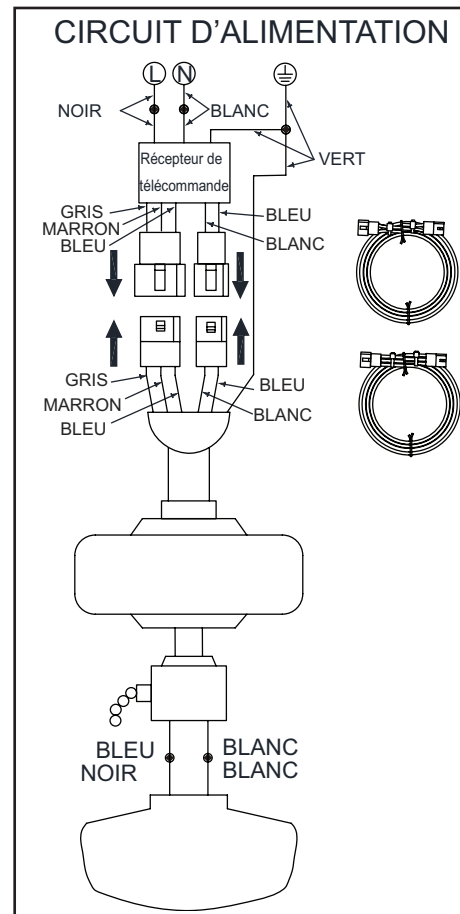

Figure 12
1. En cas d'utilisation de la boule de suspension de 15,24 cm fournie, câblez le récepteur sur les fils du ventilateur en raccordant ensemble la fiche d'adaptation moulée du récepteur et l'adaptateur moulé du moteur du ventilateur. (Figure 12)